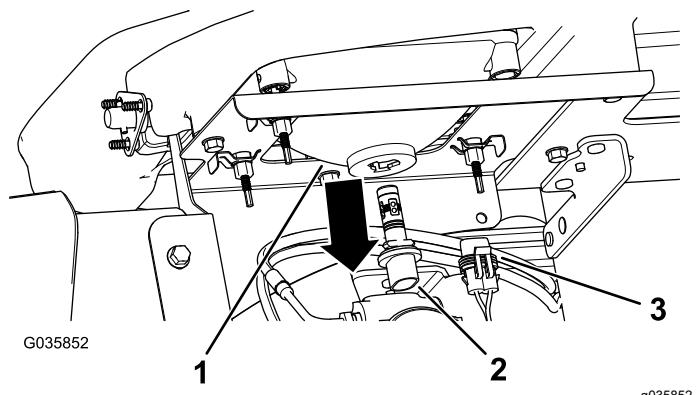

Bild 44
3. Schließen Sie den elektrischen Anschluss für den Kabelbaum vom Lampenanschluss hinten am Scheinwerfergehäuse ab (Bild 44).
4. Drehen Sie die Birne um eine Viertelumdrehung nach links und bewegen sie nach hinten aus dem Lampengehäuse (Bild 44).
5. Setzen Sie die neue Birne und das neue Scheinwerfergehäuse ein und flüchten Sie die Nasen in der Birne mit den Schlitten im Scheinwerfergehäuse aus (Bild 44).
6. Drehen Sie die Lampe um eine Vierteldrehung nach rechts, um sie zu befestigen (Bild 44).
7. Schließen Sie den elektrischen Anschluss für den Kabelbaum am Anschluss der neuen Lampe an (Bild 44).